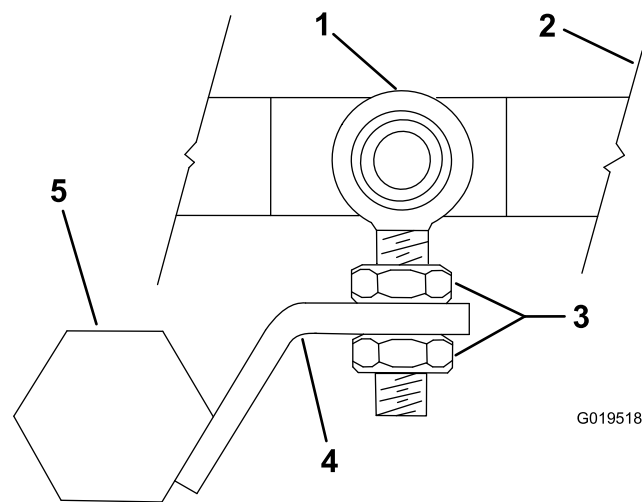

Figura 33
8. Afloje las contratueras de la pala (Figura 33).